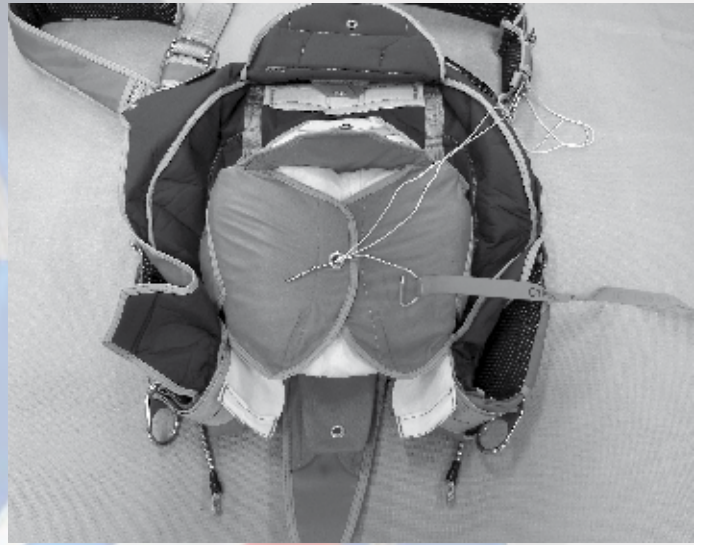

Fig 9
Fermez de même manière le rabat latéral droit.(Fig 9 )
*Close the right side flap in the same way.(Fig 9 )*